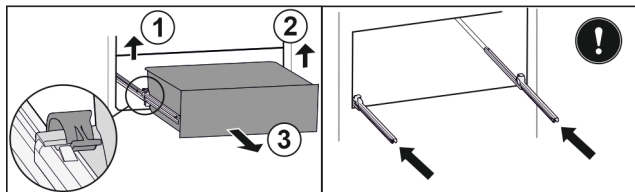

Fig. 187
- ▶ Podignite lijevu stezaljku i istovremeno izvucite ladicu lijevo prema naprijed. Fig. 187 (1)
- ▶ Podignite desnu stezaljku i istovremeno izvucite ladicu desno prema naprijed. Fig. 187 (2)
- ▶ Izvadite ladicu prema naprijed. Fig. 187 (3)